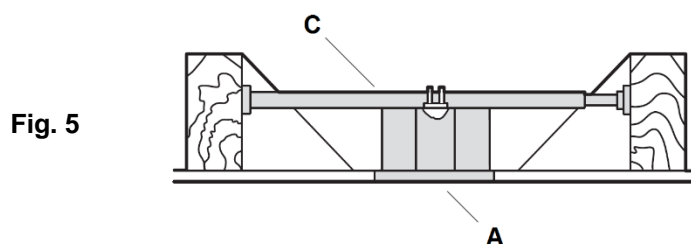

Fig. 5
NOTA: Al instalar en techos en ángulo, la abertura del soporte de armado (B) debe apuntar hacia el pico. Para colgar el ventilador donde ya existe una luminaria pero no hay una viga de techo, es posible que necesite instalar una barra de colgado (C) como se ilustra en la **Fig. 5**. Asegúrese de que la barra de colgado que compra se ha diseñado para utilizarse con ventiladores de techo.